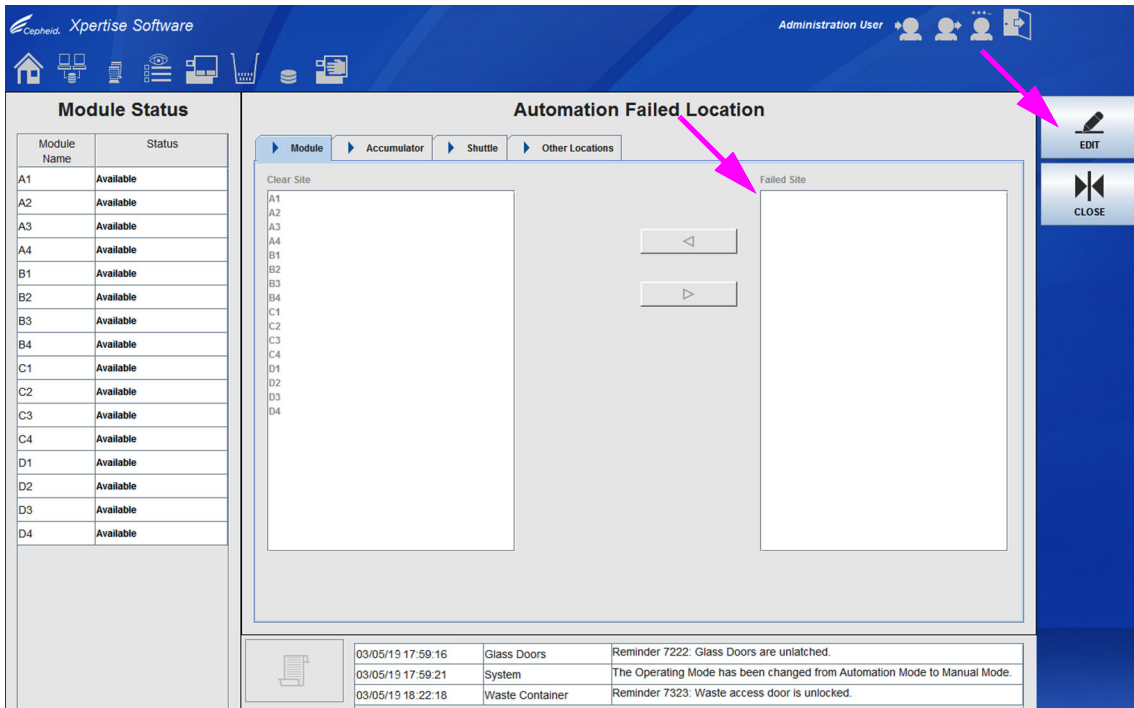

図 9-98. 自動化の故障場所ワークスペース、モジュールの故障場所なしを表示
- すべての場所がクリアされると、**故障したサイト (Failed Site)** パネルは空になります。図 9-98 を参照。**閉じる (CLOSE)** ボタンを選択して、自動化の故障場所 (Automation Failed Location) ワークスペースを閉じます。